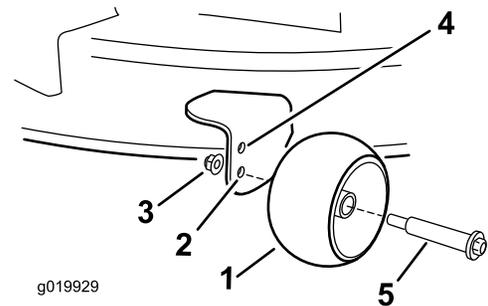

Figura 21
- Taladro superior – utilice esta posición cuando la carcasa de corte está en la posición de altura de corte de 63 mm (2½") o menos (**Figura 21**).
- Taladro inferior – utilice esta posición cuando la carcasa de corte está en la posición de altura de corte de 76 mm (3") o más (**Figura 21**).